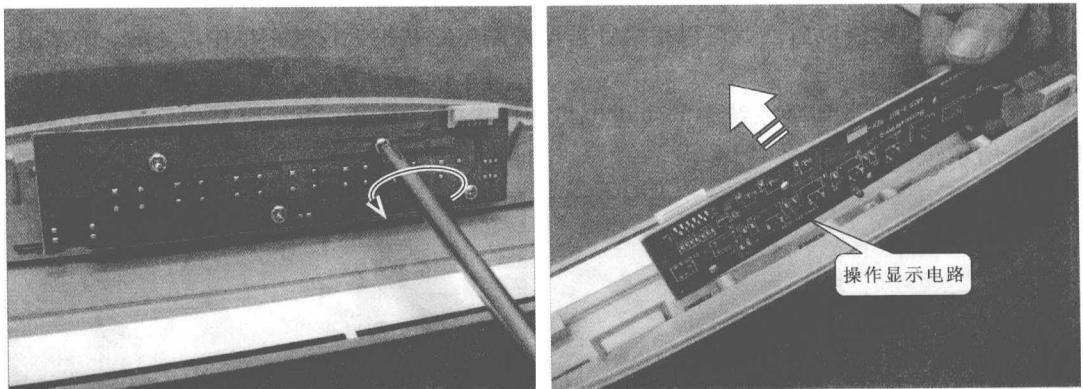

图 1-7 取下显示控制电路板
(5) 操作显示电路由 4 个螺钉固定在稿台上，将螺钉拧下后，就可以取下该电路板，如图 1-7 所示。